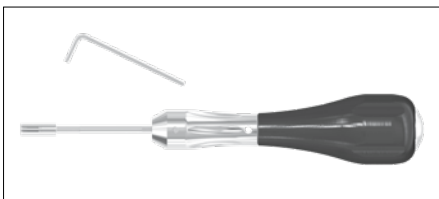

Fig. 2
Desserrer la tige filetée avec six pans creux (screwdriver Allen set screw), en utilisant la clé à six pans creux 1,3 (screwdriver key 1.3), puis déposer la tige de tournevis (screwdriver tip), (Fig. 2).
Con la screwdriver key 1.3 (llave hexagonal interior 1,3) desatornillar la screwdriver Allen set screw (varilla roscada hexagonal interior) y sacar la screwdriver tip (punta o vástago del destornillador) (Fig. 2).